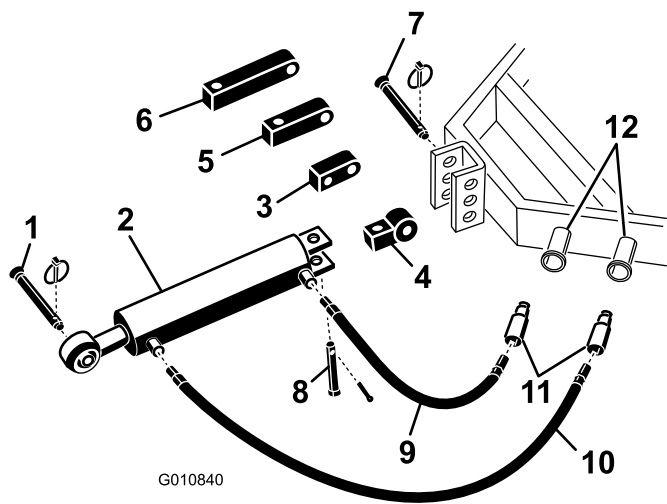

图5
- 使用随牵引车提供的柱销，将液压顶部连杆的连接杆端固定到牵引车（图 5）。摆放液压顶部连杆，使杆端朝向牵引车。油缸的各端口应朝向牵引车的辅助动力液压装置。
**注意：** 如果液压油缸的放置必须使端口朝向上方，请使用旋转垫块重新调整油缸的位置，而不是使用标准安装垫块（图 5）。可以使用 90° 液压接头替代旋转垫块（接头未提供）。
- 取下将标准连接杆固定到油缸上的开口销和柱销（图 5）。从油缸上卸下连接杆。
- 使用之前卸下的柱销将旋转垫块安装到油缸上（图 5）。
- 将 106cm 长液压软管连接至液压顶部连杆最靠近打孔机的端口（图5）。在软管螺纹上缠绕铁氟龙胶带或涂抹管道螺纹密封剂，防止发生泄漏。
- 将 76cm 长液压软管连接至液压顶部连杆最靠近牵引车的端口（图5）。在软管螺纹上缠绕铁氟龙胶带或涂抹管道螺纹密封剂，防止发生泄漏。
如果液压油缸无法够到到打孔机安装支架，请使用延长垫块将油缸连接到牵引车上，而不是使用标准安装垫块（图5）。
- 取下将标准连接杆固定到油缸上的开口销和柱销（图5）。从油缸上卸下连接杆。
- 使用之前卸下的柱销将所需长度的延长垫块安装到油缸上（图5）。